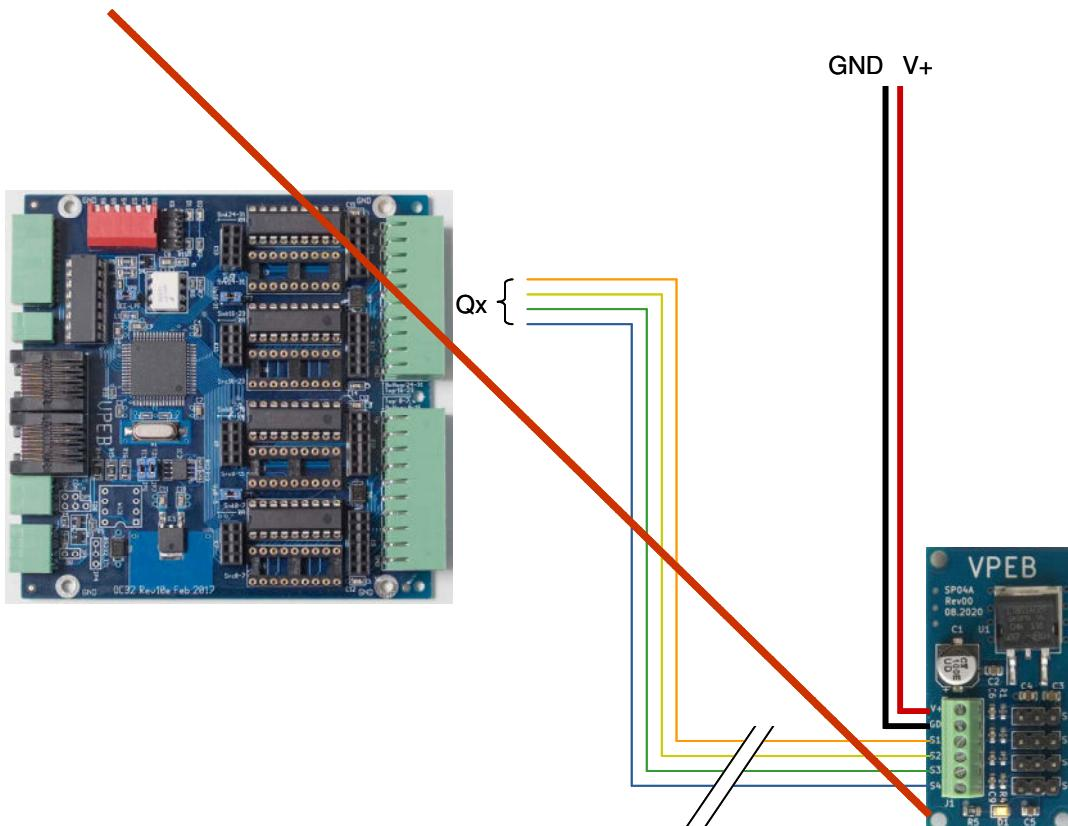

Abbildung 8: So also NICHT:
**Hinweis:** Es ist daher NICHT ratsam, die Stromversorgung an einer anderen Stelle einer Ringleitung vorzunehmen (also **NICHT** wie in Abbildung 8 gezeigt vorgehen)!